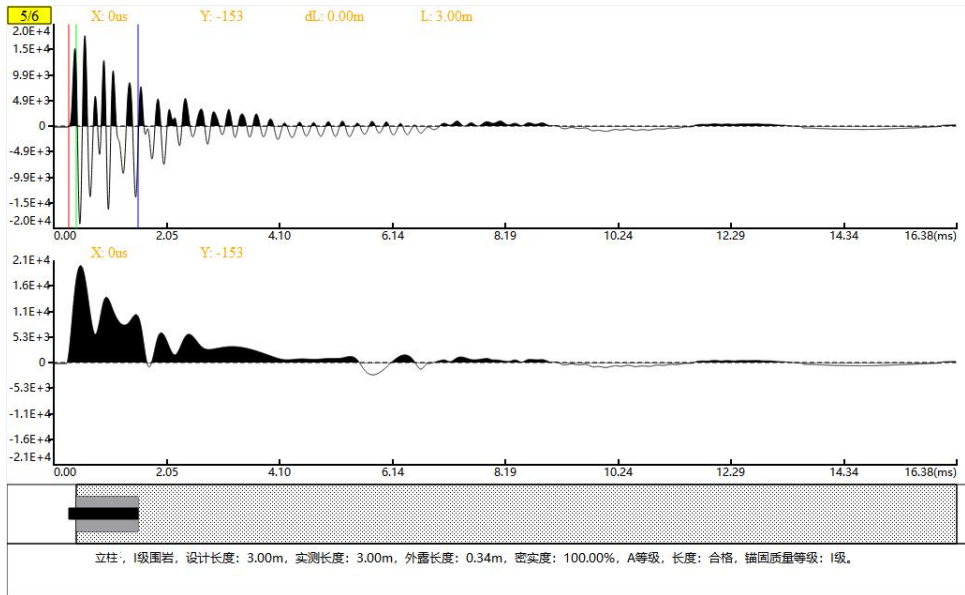

图 3-4 显屏存为图像
- 显屏存为图像：可将波形显示区域中任意阶段的波形图截屏，存为图片，如图 3-4 所示。点击【显屏存为图像】，提示图片截取成功，在数据存放的文件夹里可以找到该图片。